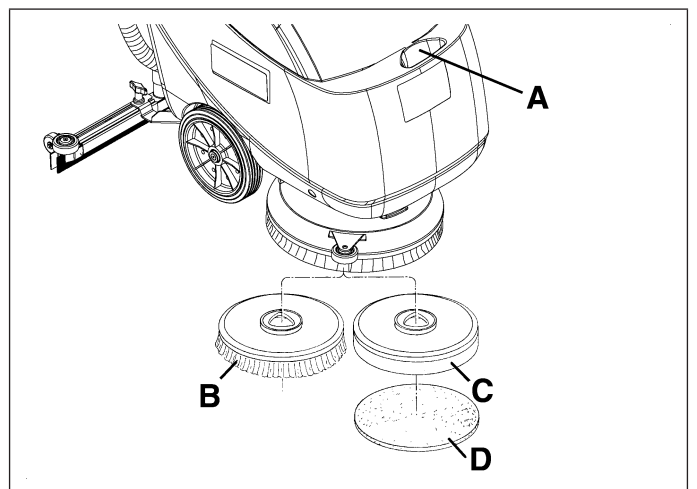

Figure 11
2. Rellenar el depósito de la solución detergente (A, Fig. 11) con un detergente adecuado. No llenar completamente el depósito de la solución detergente, dejar unos centímetros del borde. Seguir las instrucciones indicadas en la etiqueta para la dilución del producto químico utilizado para componer la solución detergente. La temperatura de la solución detergente no debe superar los 100°F (40°C).
*En la máquina pueden instalarse tanto el cepillo (B, Fig. 11) como el portafiltro (C) con filtro (D), según el tipo de tratamiento de efectuar sobre el suelo.*
5. Posicionar el cepillo (B, Fig. 11), o el portafiltro (C) con filtro (D), bajo de la cobertura.